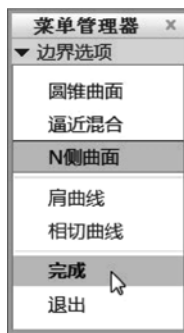

图 7-76 边界选项
- 3 在弹出的“边界选项”菜单中选择“N 侧曲面”|“完成”选项，如图 7-76 所示。